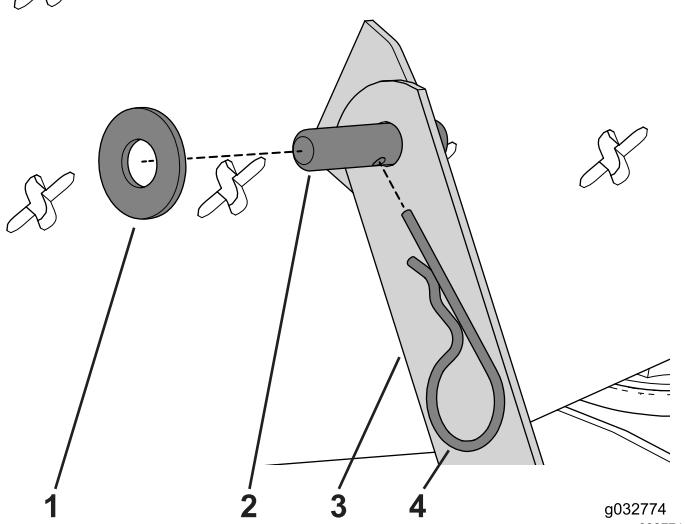

Рисунок 50
2. Отсоедините рычаг оси поворота и кронштейн оси поворота, сняв игольчатый шплинт, с помощью которого крепится ось поворота, и шайбу (Рисунок 50).